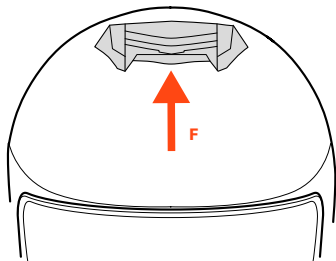

FIGURA 5
PRESA D'ARIA FRONTALE SUPERIORE – F – Figura 5/6
- Figura 5: presa d'aria completamente chiusa.